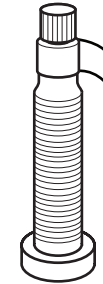

図 46. シールテープを4回巻く。
2. テフロン製シールテープを細いねじ山と本体のやや広がった部分を覆うようにして薄く巻きます。警告：端部の空気の入出口を塞がないでください (図 46)。